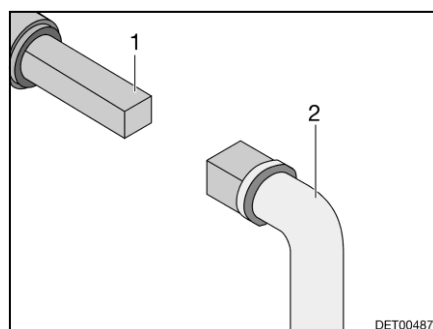

Fig. 138 Utilisation du robinet d'évacuation des eaux usées
- Insérer la clé (Fig. 138,2) sur la vis à quatre pans (Fig. 138,1).